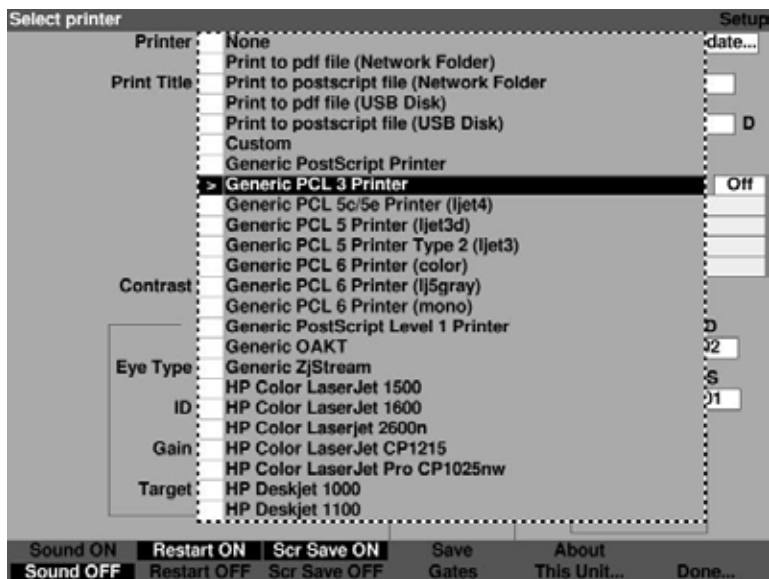

Figura 5-22 Selección de la impresora
3. En el campo Printer (Impresora), gire el control giratorio para seleccionar una de las opciones preingresadas, como se muestra en la Figura 5-22.